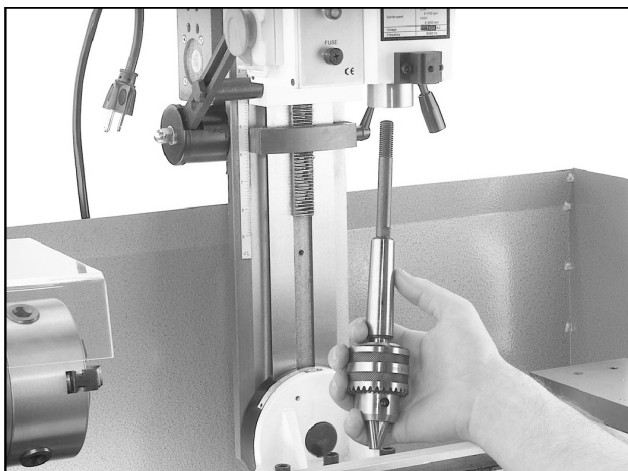

Fig. 11 Borchucken tas bort fra spindelen
- Hold med den ene hånden borchucken og ta bort låsemutteren og brikken med den andre hånden. Borchucken skal nå være lett å ta bort, etter **fig. 11**.